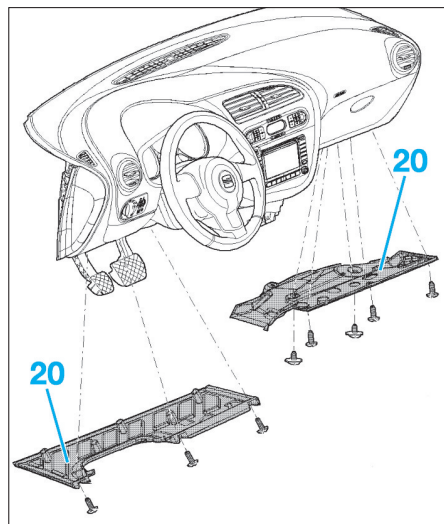

Fig. 43
- Si équipé, déposer les garnitures inférieures (20) (Fig.43).